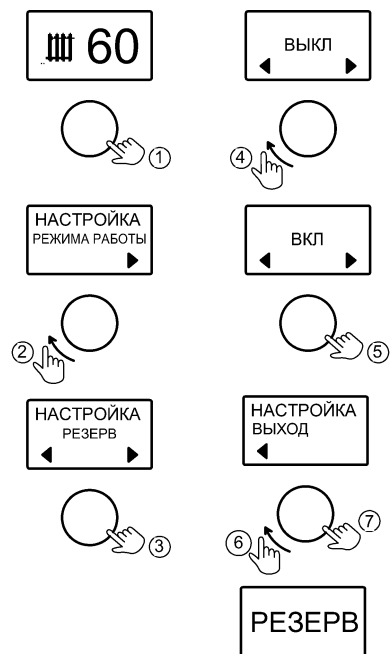
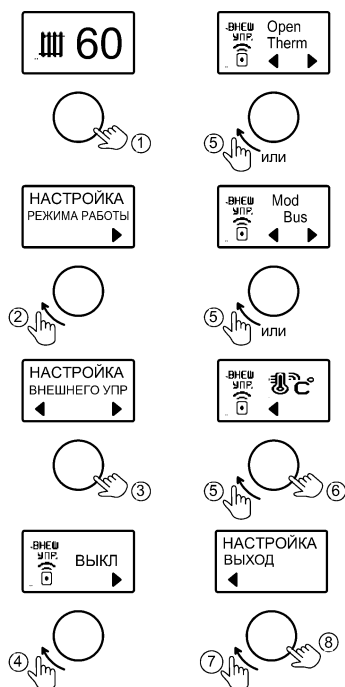

Рисунок 9
Рисунок 14.
9.5 «РЕЗЕРВ» - режим при котором котёл находится в ожидании включения нагрева. Активация и настройка указана на рис. 9. При активации котёл становится “резервным” и нагрев от него прекращается, работа циркуляционного насоса резервного котла приведена в. п.10.6.
Во вкладке настраивается работа котла от внешних устройств по протоколам **OpenTherm**, **ModBus** (например **MYHEAT SMART**) или работа от внешнего термостата (см. рис.14). Подробнее с возможностями управления можно ознакомиться в инструкциях на внешнее устройство. **В случае использования контроллера MyHeat**
Во вкладке активируется работа котла в режиме РЕЗЕРВ. При управление основным и резервным котлом через контроллер MyHeat по OpenTherm режим РЕЗЕРВ активируется автоматически (сигнал активации поступает от контроллера MyHeat) - в этом случае необходимо активировать внешнее управление по OpenTherm (см. рис. 14). В других случаях необходимо активировать режим согласно рис. 9.